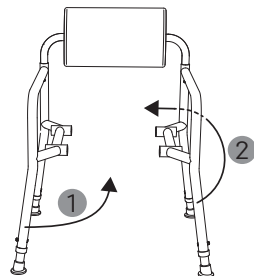

fig. 26
3. Le produit se plie à présent très simplement (1, 2, fig. 26), en inclinant une partie latérale vers l'intérieur et l'autre partie vers l'extérieur.